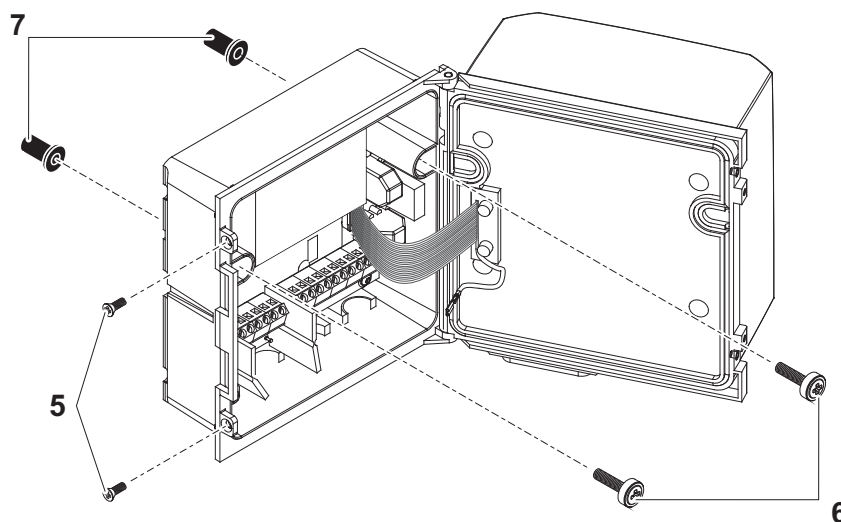

fig. 3-6 Montage du toit de protection : Pré-montage des écrous borgnes ISO
- 2 Retirer les deux vis à tête fraisée (pos. 5 fig. 3-6) et ouvrir le couvercle.
- 3 Insérer sans serrer les vis cylindriques (pos. 6 fig. 3-6) avec les rondelles en matière plastique dans les alésages de montage et les écrous borgnes ISO (pos. 7).
- 4 Poser le transmetteur universel sur le toit de protection et le visser avec les deux vis (pos. 6 fig. 3-6).
- 5 Fermer le couvercle et le fixer avec les deux vis à tête fraisée (pos. 5 fig. 3-6).